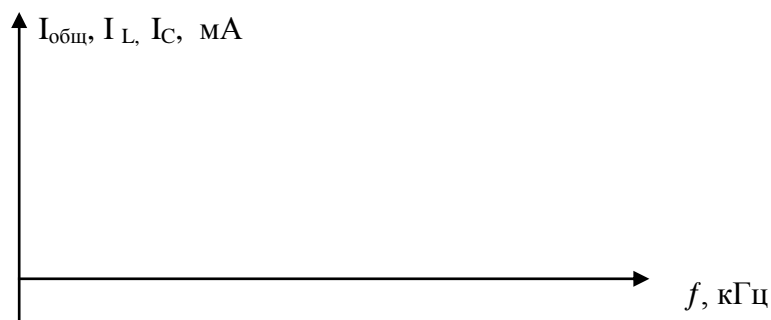

Рисунок 14.2 – Графики зависимости токов $I_{общ}$, I_L , I_C от частоты f
6. По данным измерений постройте графики зависимости токов $I_{общ}$, I_L , I_C от частоты f (рисунок 14.2) – $I, I_L, I_C = f(f)$
5. Графики зависимости токов $I_{\text{общ}}$, I_L , I_C от частоты f (рисунок 14.2).